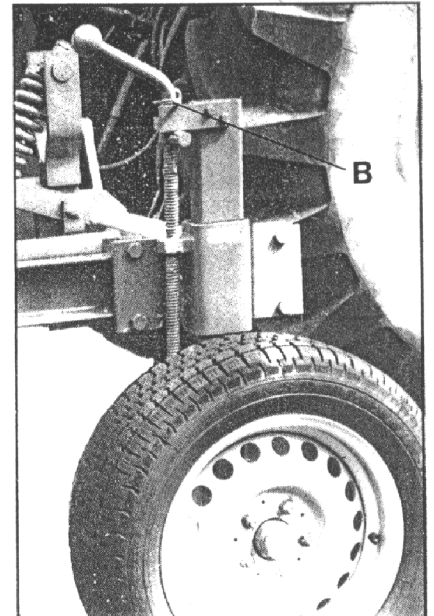

Fig.6
- beim 11-zinkigen Grubber die Tiefenstellspindeln mit Griff nach hinten weisend sichern - Stecker B (Fig. 6).
- am 11-zinkigen Grubber die Stützrad-Tiefenstellspindeln mit dem Griff nach hinten weisend sichern - Stecker B (Fig. 6),